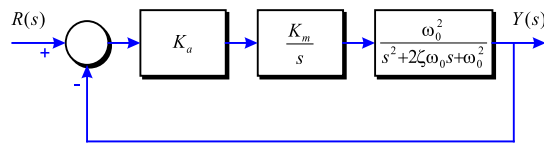

Figura 3-46
**Problema 106** Determineu el valor de  $K_a K_m$  per a que la resposta del sistema de la Figura 3-46 minimitzi l'índex ITAE amb un temps d'establiment de  $t_s = 0.28$  s. Supposeu que per  $n = 3$ , la resposta normalitzada al graó unitari es pot considerar que s'ha estabilitzat a  $\omega_n t_s \simeq 14$  (Apèndixs finals).